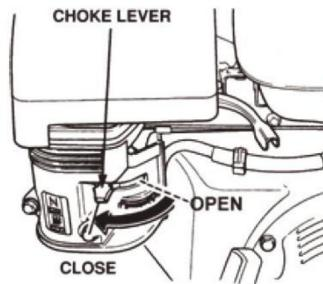

FIG.7
- 9.3 Coloque la palanca del estrangulador (FIG. 7) en la posición "CERRADO" si inicia un motor frío.
9.7 Si el motor ha arrancado, regrese lentamente la palanca del estrangulador (FIG. 7) a la posición Posición abierta. Si el motor no ha arrancado, repita los pasos 1 a 6.